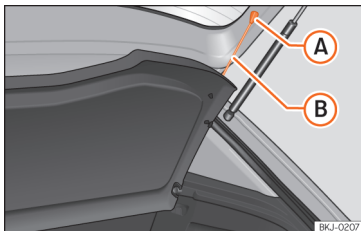

Abb. 163 Im Gepäckraum: Gepäckraumabdeckung aus- und einbauen.
- Hängen Sie die Haltebänder »» **Abb. 163**  aus den Aufnahmen  aus.
- Hängen Sie die Haltebänder »» **Abb. 163**  an der Heckklappe ein.